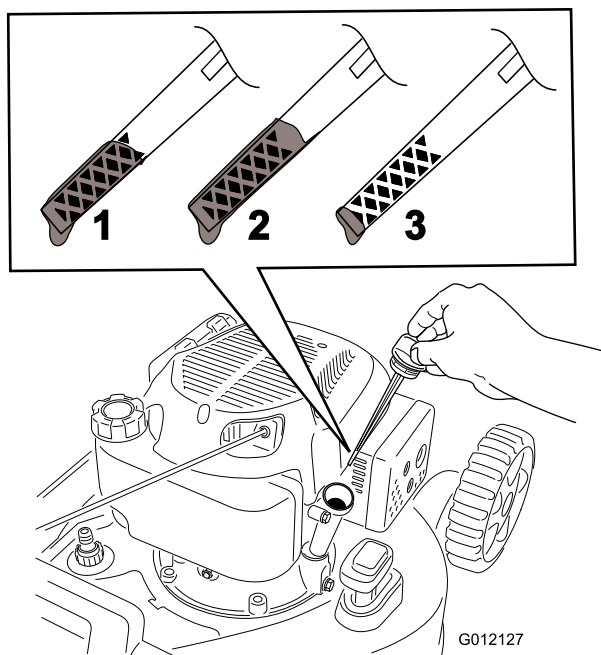

Figura 23
- Retire la varilla y compruebe el nivel de aceite en la misma (Figura 23).